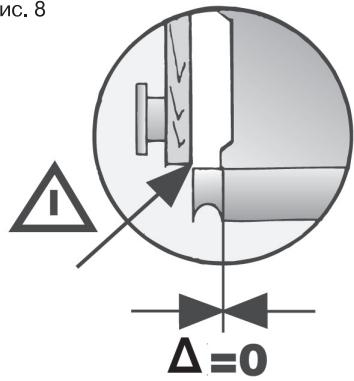

Рис. 8.1
- Положение планки с ручкой (рис. 8.1, размер Δ) за счет упора может быть смешено вперед.